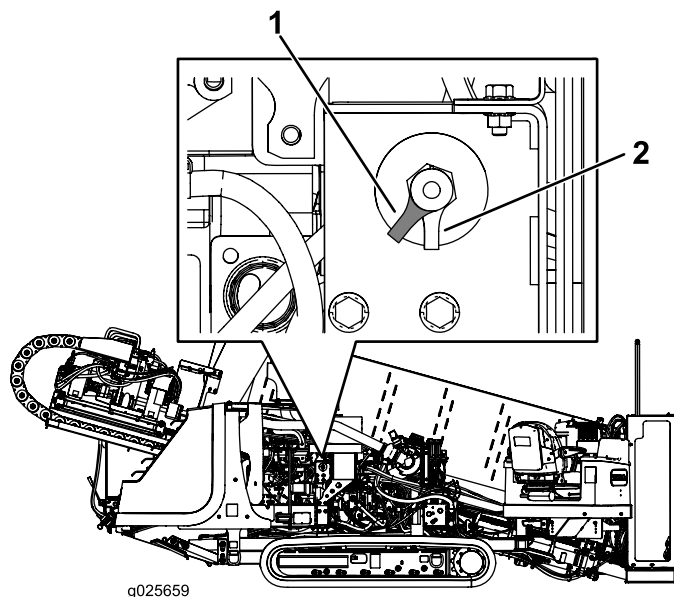

Рисунок 23
- Чтобы подать электропитание на машину, поверните ВЫКЛЮЧАТЕЛЬ АККУМУЛЯТОРНОЙ БАТАРЕИ по часовой стрелке в положение ON (ВКЛ.) (Рисунок 23).
- Чтобы отключить электропитание от машины, поверните ВЫКЛЮЧАТЕЛЬ АККУМУЛЯТОРНОЙ БАТАРЕИ против часовой стрелки в положение OFF (ВЫКЛ.) (Рисунок 23).